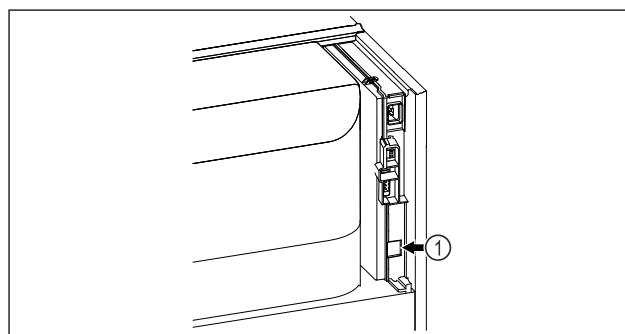

Fig. 127
- ❑ Je používán SmartModule Fig. 127 (I).